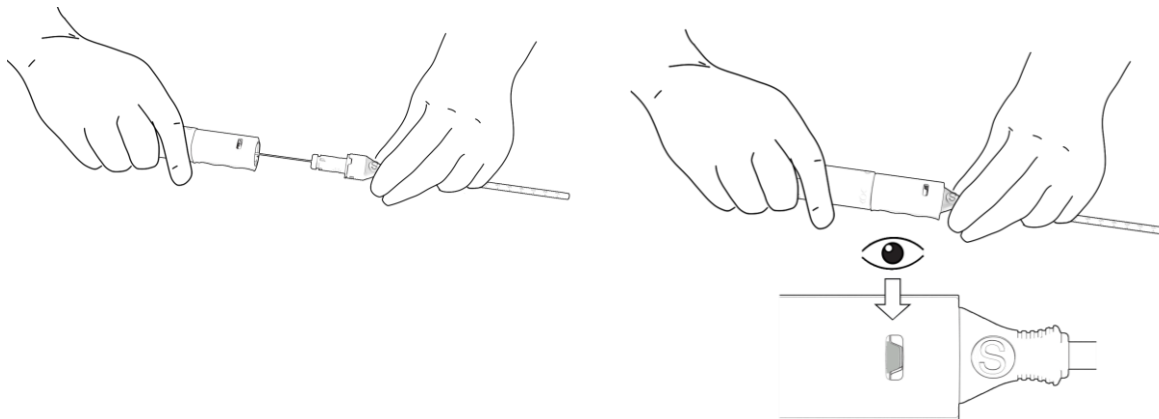

Figura 10. Inserção do dispositivo de encerramento PerQseal® na bainha introdutora.
- c. Segurando o conector da bainha introdutora numa mão e a pega do dispositivo na outra mão, avance cuidadosamente a pega do dispositivo. Certifique-se de que os indicadores na bainha introdutora e na pega estão alinhados e que o conjunto da cânula de carregamento/conector da bainha bloqueia (com um clique) na pega do dispositivo. Note o indicador verde na janela. Isto confirma que a pega do dispositivo de encerramento PerQseal® foi bloqueada com sucesso. Figura 10.